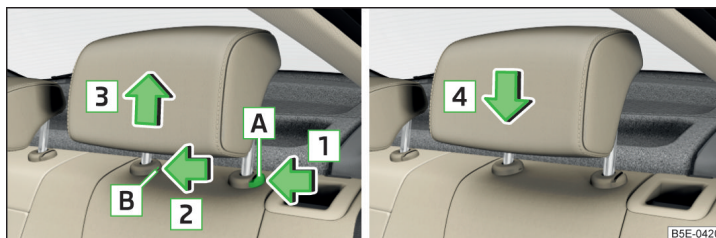

Fig. 89 Retirer/Insérer les appuie-têtes arrière
- Maintenez le bouton de verrouillage **A** dans le sens de la flèche **1**, poussez en même temps avec un tournevis à tête plate (d'une épaisseur de 5 mm max.) le bouton de verrouillage dans l'ouverture **B** **2** et enlevez en tirant dans le sens de la flèche **3** » fig. 89.